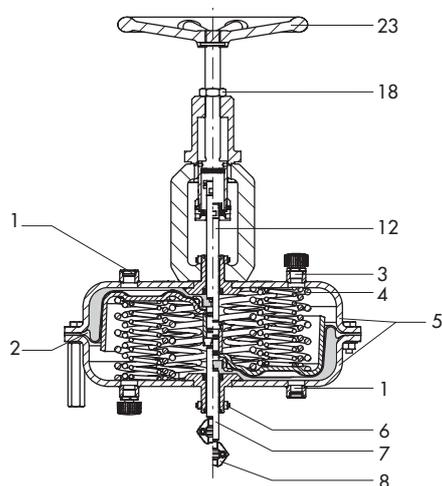

Рис. 12: Тип 3271 площадью 750 см2 с ручным дублёром
- Тип 3271 или Тип 3277 · С ручным дублёром для пневматических приводов с площадью мембраны от 175 до 750 см2 (рис. 7, рис. 12)